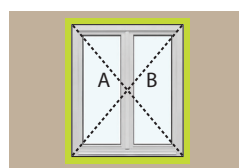

Fig. 9
- Karmens diagonaler ska vara lika (se fig. 9);